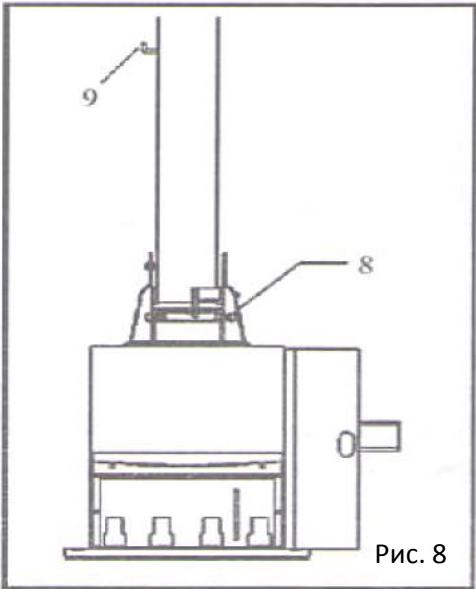

Рис. 8
Затянуть винт (8), как показано на рис. 8.